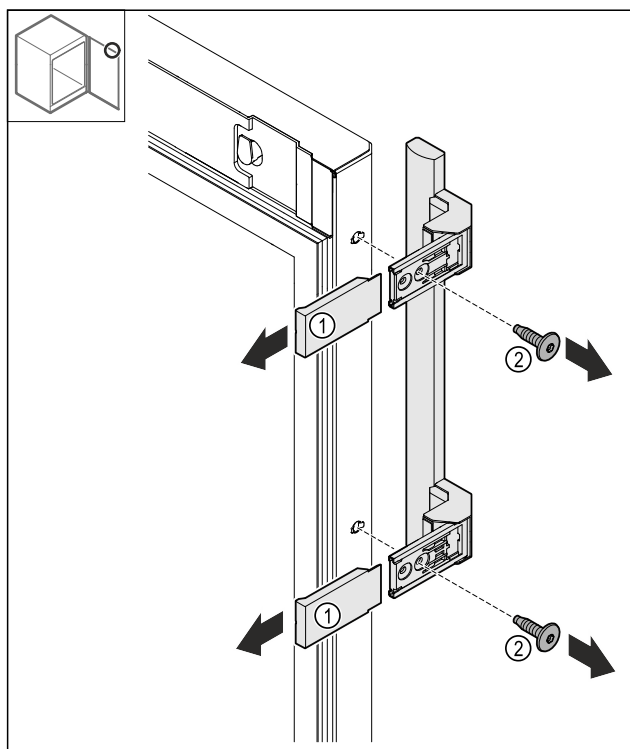

Fig. 25
- Stáhněte kryty Fig. 25 (1).
- Povolte šrouby Fig. 25 (2).